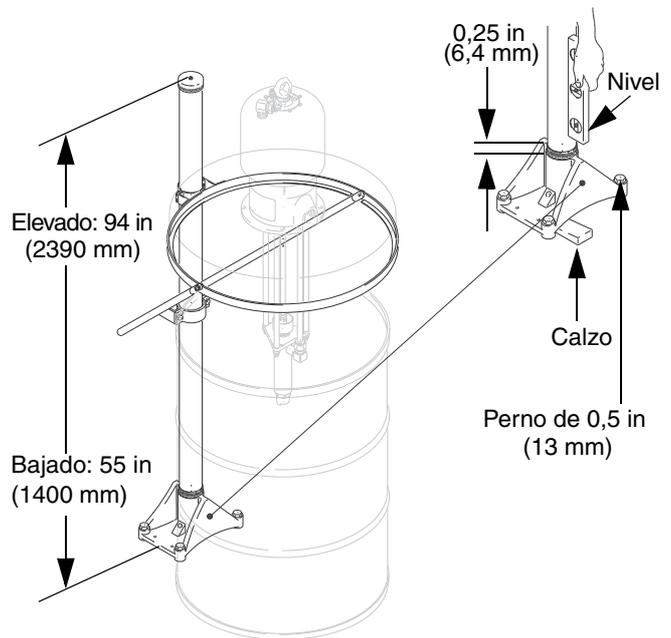

FIG. 2
Coloque el elevador en un lugar donde haya un mínimo de 9 pies (2,75 m) de espacio aéreo. Marque y perforo orificios para los pernos de montaje de 0,5 in (13 mm). Vea la FIG. 2 y el diagrama dimensional de la página 15. Nivele la base (17); si fuera necesario, utilice calzos. Sujete la base al suelo usando pernos de montaje de 1/2 in (13 mm) que sean lo suficientemente largos como para impedir que el elevador vuelque.